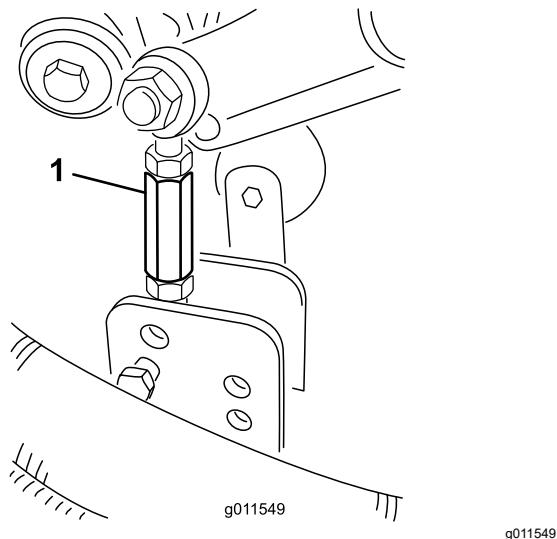

Figura 28
- Togliete le coppiglie ed i perni con testa che fissano le connessioni dell'ammortizzatore alle staffe del piatto di taglio (Figura 28).